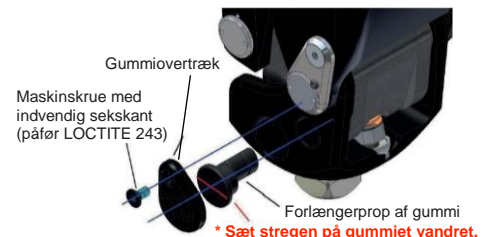

Fig. 19 Udskiftning af udtræksstopperens gummi
3. Indsæt den nye extension stoppergummi i den retning, der er vist i fig. 19. Det er nemt at indsætte. 19. Den kan nemt sættes i, hvis knæleddet er i stand-flexion-tilstand.